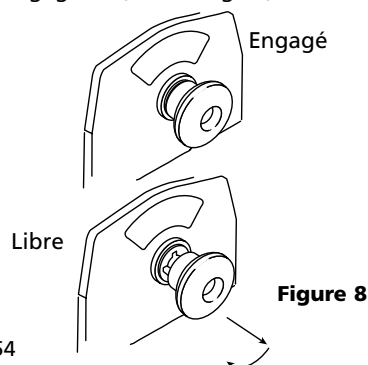

Figure 8
Tirez sur la poignée d'embrayage et tournez-la en position "Libre" de la manière indiquée à la Figure 8. S'il y a une charge sur le câble, il est possible qu'il soit difficile de déplacer la poignée d'embrayage. **NE FORCEZ PAS LA POIGNÉE D'EM-BRAYAGE.**
Relâchez la tension de l'embrayage en faisant jouer un peu de câble. Relâchez l'em-brayage, déroulez du câble en le tirant et attachez-le à une ancre ou à la charge. Vérifiez qu'il reste un minimum de cinq (5) tours de câble sur le tambour. Engagez à nouveau le tambour en remettant la poignée d'embrayage en position "engagée". (Voir la Fig. 8.)